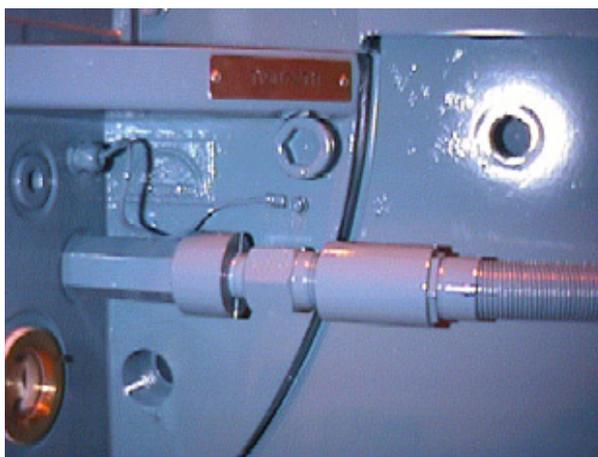

Рисунок 7-2 Кабель заземления подшипника приводного конца (D)
Вал приводного конца вала электрической машины должен быть заземлен, так как незаземленный вал будет иметь неизвестный электрический потенциал перед окружающим пространством и окажется потенциальным источником неисправностей. Однако, для того, чтобы облегчить тестирование изоляции подшипника неприводного конца, подшипник приводного конца, как правило, также изолируется. Эта изоляция короткозамкнута кабелем заземления во время обычного рабочего режима; см. *Рисунок 7-2 Кабель заземления подшипника приводного конца (D).*